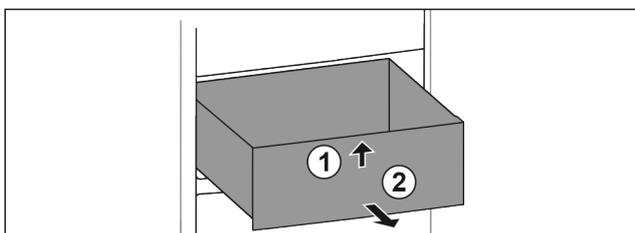

Fig. 18
- ▶ Soulever la partie avant du tiroir. Fig. 18 (1).
- ▶ Retirer le tiroir par l'avant. Fig. 18 (2)